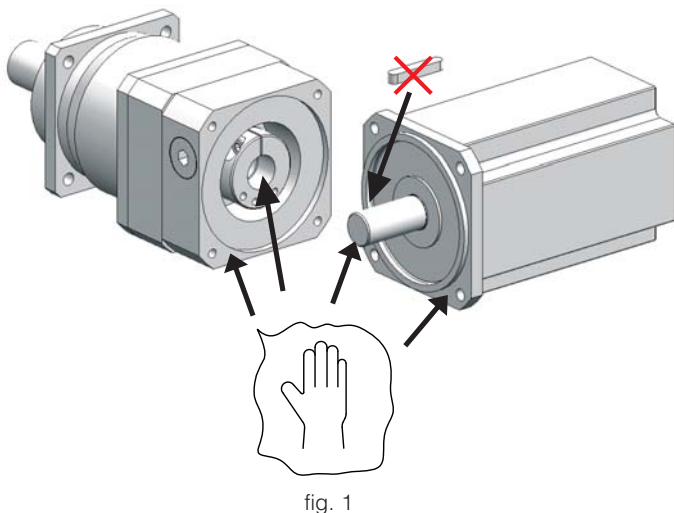

fig. 1
Prima di procedere al montaggio, pulire accuratamente e lubrificare le superfici di contatto per evitare il pericolo di grippaggio e l'ossidazione di contatto (ved. fig.1).
- togliere la linguetta dall'albero motore, se presente (ved. fig. 1);
Before mounting, thoroughly clean and lubricate mating surfaces against seizure and fretting corrosion (see fig. 1)
- remove key from motor shaft, if any (see fig.1);